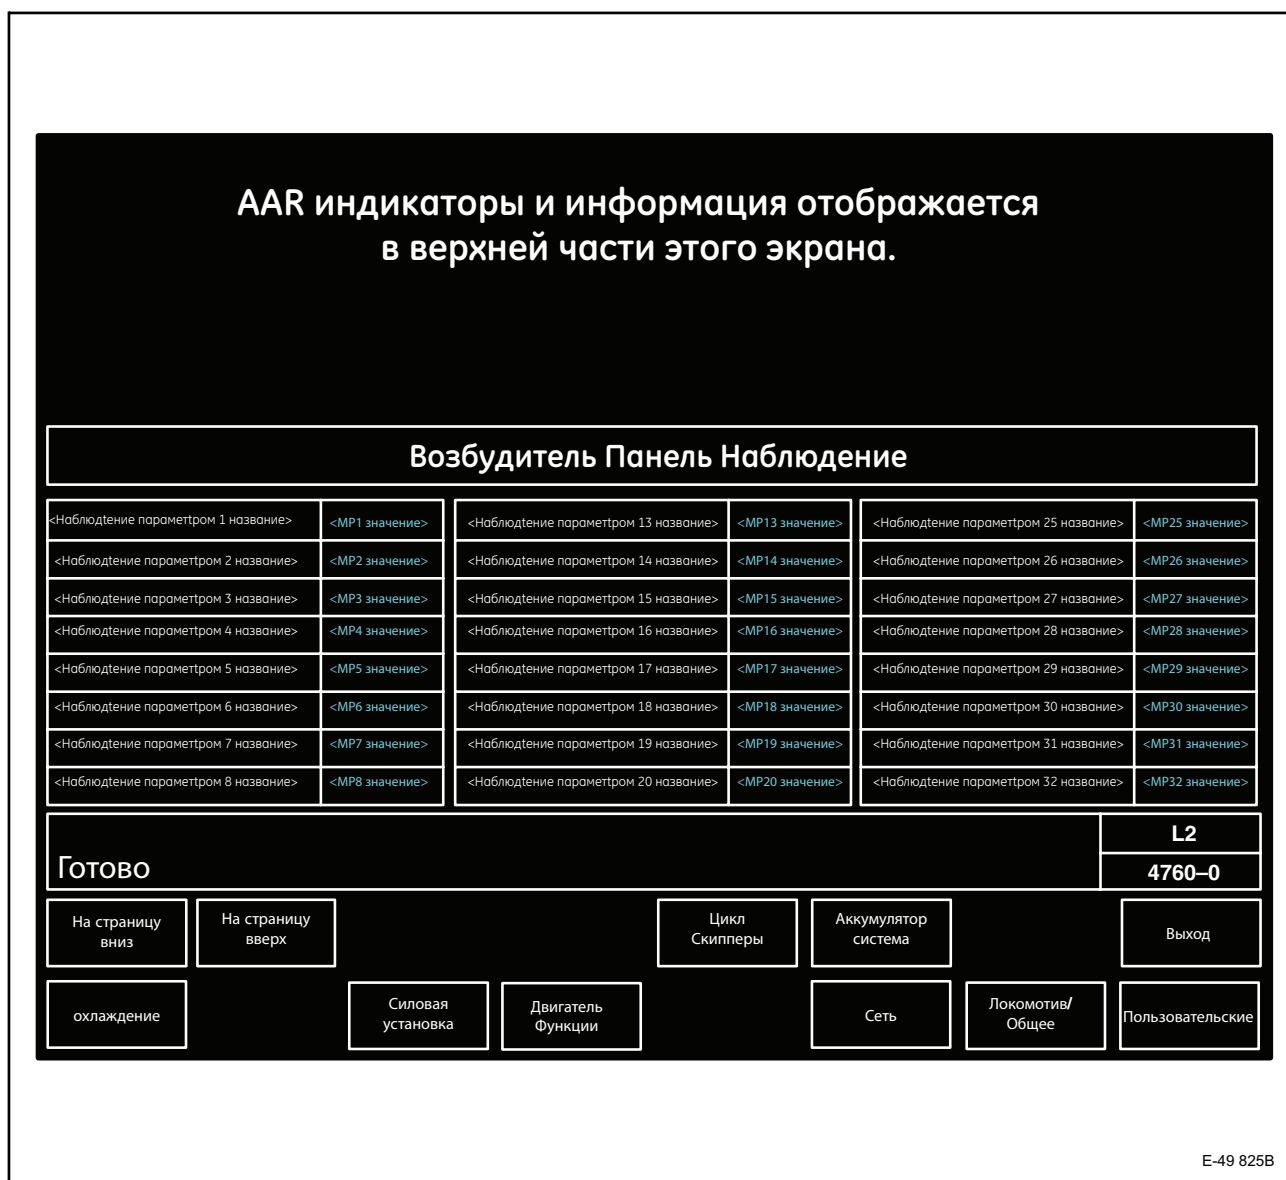
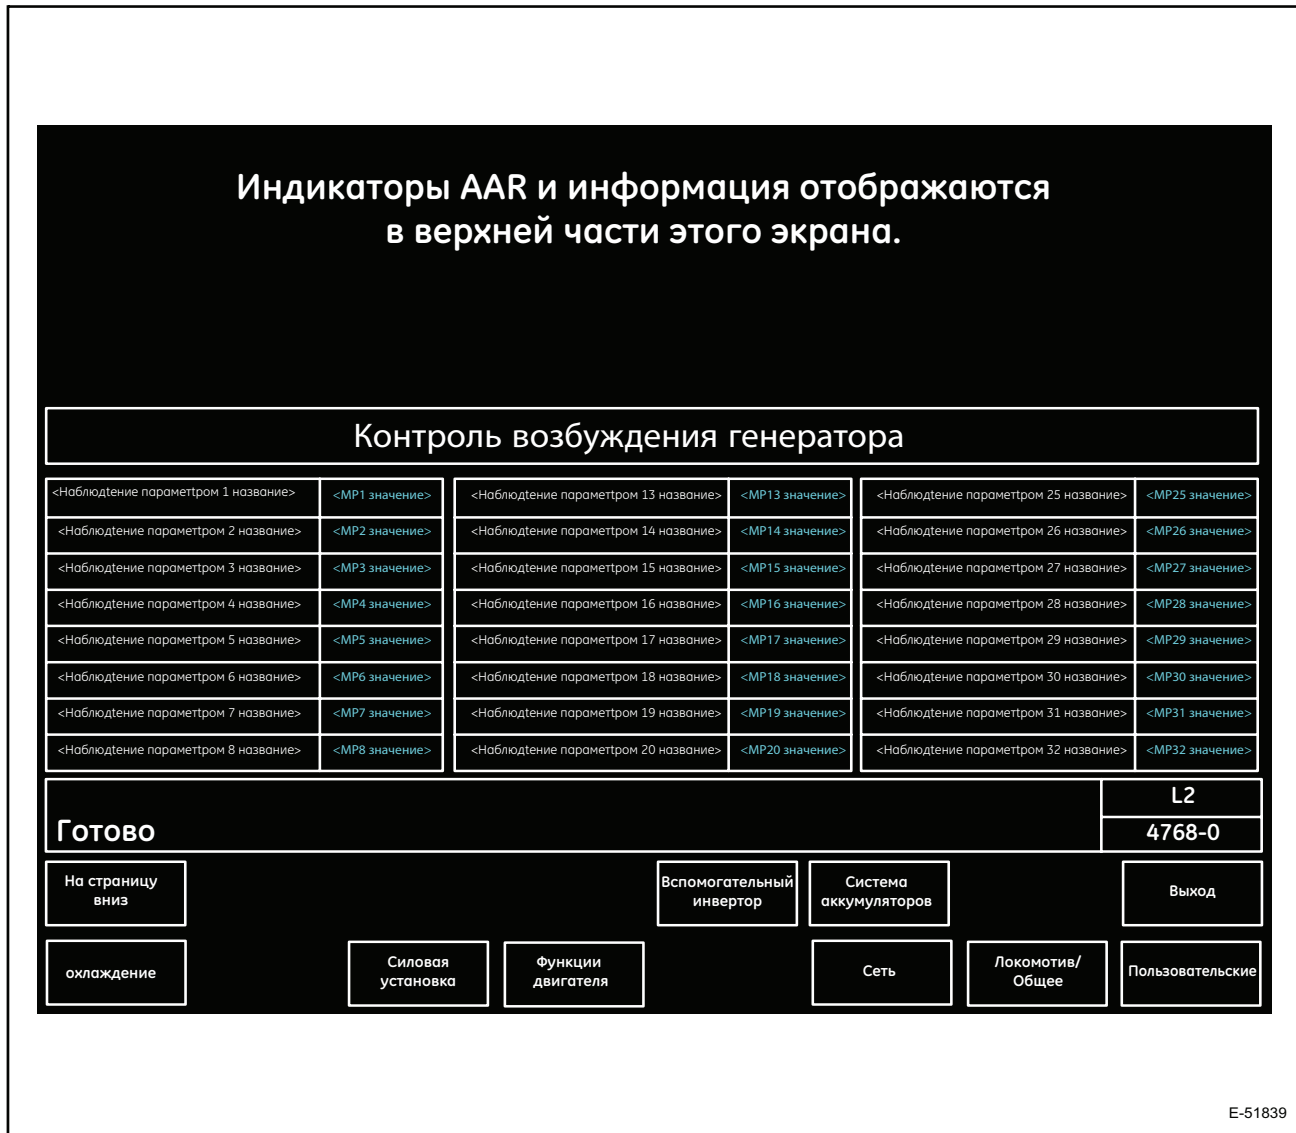
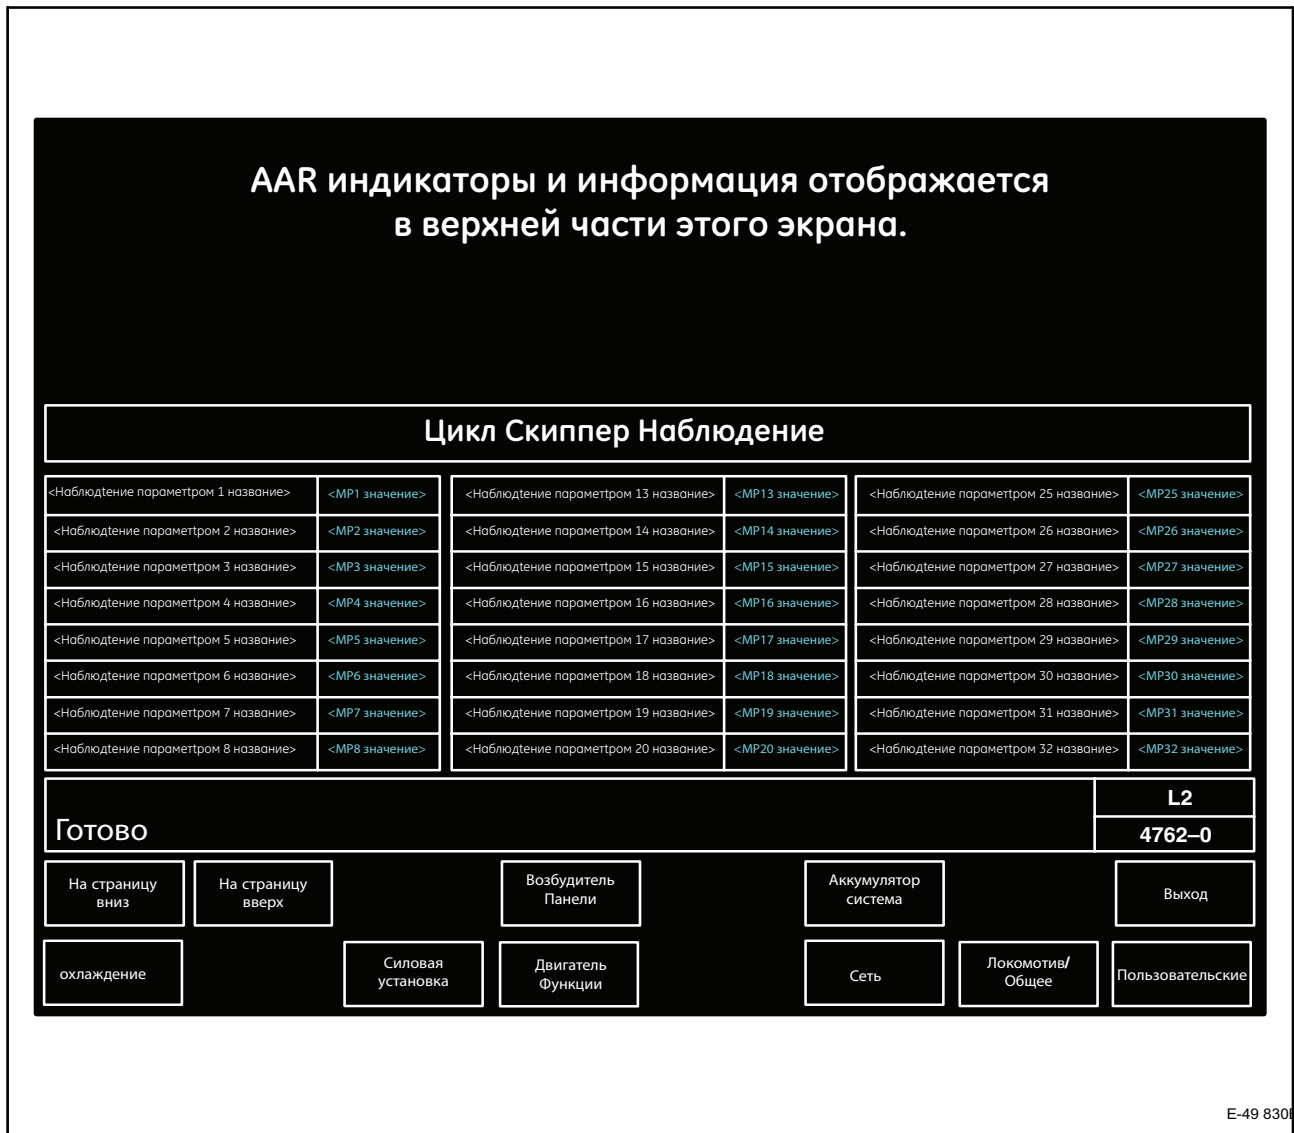

Рисунок 36. Типовой экран контроля панелей возбудителя (4760-0)
Рисунок 37. Типовой экран контроля возбуждения генератора (4768-0)
Рисунок 38. Типовой экран контроля перескока циклов (4762-0)
6. Сенсорная клавиша 5 (**Aux/Electrical**) (Вспомогательные/Электрические) - отображает экран панели возбудителя (4760-0, Рисунок 36). На этом экране отображается и постоянно обновляется заранее определенный набор параметров, характеризующих панели возбудителя. Дополнительные сведения см. в разделе 3.6.14., *КОНТРОЛЬ ПАНЕЛЕЙ ВОЗБУДИТЕЛЯ* настоящей публикации.
10. Сенсорная клавиша 5 (**Aux/Electrical**) (Вспомогательные/Электрические) - отображает экран панели возбудителя (4760-0, Рисунок 36). На этом экране отображается и постоянно обновляется заранее определенный набор параметров, характеризующих панели возбудителя. Дополнительные сведения см. в разделе 3.6.14., *КОНТРОЛЬ ПАНЕЛЕЙ ВОЗБУДИТЕЛЯ* настоящей публикации.
10. Сенсорная клавиша 5 (**Aux/Electrical**) (Вспомогательные/Электрические) - отображает экран панели возбудителя (4760-0, Рисунок 36), если таковой имеется. На этом экране отображается и постоянно обновляется заранее определенный набор параметров, характеризующих панели возбудителя. Дополнительные сведения см. в разделе 3.6.14., *КОНТРОЛЬ ПАНЕЛЕЙ ВОЗБУДИТЕЛЯ* настоящей публикации.
- Отображается только при наличии соответствующей функции. Сенсорная клавиша 5 (**Aux/Inverter**) (Вспомогательный инвертор) - отображает экран контроля вспомогательного инвертора (4766-0, Рисунок 36). На этом экране отображается и постоянно обновляется заранее определенный набор параметров, имеющих отношение к функции перескока циклов вентилятора радиатора. Дополнительные сведения см. в разделе 3.6.17., *КОНТРОЛЬ ВСПОМОГАТЕЛЬНЫХ ИНВЕРТОРОВ* настоящей публикации.
На экране контроля панелей возбудителя (4760-0, Рисунок 36) отображается и постоянно обновляется заранее определенный набор параметров, связанных с панелями возбудителя.
Нажмите сенсорную клавишу F7 (**Loco Monitor**) (Контроль локомотива) на экране дополнительных меню главного рабочего экрана (0000-1, Рисунок 3), чтобы открыть экран контроля локомотива (4001-0, Рисунок 22), после чего нажмите сенсорную клавишу 5 (**Aux/Electrical**) (Вспомогательные/Электрические), чтобы отобразить экран контроля панелей возбудителя (4760-0, Рисунок 36). Выполняя эту операцию, соблюдайте *процедуры эксплуатации железной дороги*. Активные сенсорные клавиши и краткое описание их назначения:
3. Сенсорная клавиша F5 (**Cycle Skippers**) (Перескок циклов) – отображает экран контроля перескока циклов (4762-0, Рисунок 38). На этом экране отображается и постоянно обновляется заранее определенный набор параметров, касающихся функции перескока циклов вентилятора радиатора. Дополнительные сведения см. в разделе 3.6.16., *КОНТРОЛЬ ПЕРЕСКОКА ЦИКЛОВ* настоящей публикации.
На экране контроля возбуждения генератора (4768-0, Рисунок 37) отображается и непрерывно обновляется заранее определенный набор параметров, имеющих отношение к возбуждению тягового генератора у локомотивов, оборудованных приводными инверторами переменной скорости (VSPD).
Нажмите сенсорную клавишу F7 (**Loco Monitor**) (Контроль локомотива) на экране дополнительных меню главного рабочего экрана (0000-1, Рисунок 3), чтобы открыть экран контроля локомотива (4001-0, Рисунок 22), после чего нажмите сенсорную клавишу 5 (**Aux/Electrical**) (Вспомогательные/Электрические), чтобы отобразить экран контроля панелей возбудителя (4760-0, Рисунок 36). На экране контроля панелей возбудителя нажмите сенсорную клавишу 4 (**Alternator Excitation**) (Возбуждение генератора), чтобы отобразить экран контроля возбуждения генератора (4768-0, Рисунок 37). Выполняя эту операцию, соблюдайте *процедуры эксплуатации железной дороги*. Активные сенсорные клавиши и краткое описание их назначения:
При наличии, на экране контроля перескока циклов (4762-0, Рисунок 38) отображается и непрерывно обновляется заранее определенный набор параметров, характеризующих функцию перескока циклов.
Нажмите сенсорную клавишу F7 (**Loco Monitor**) (Контроль локомотива) на экране дополнительных меню главного рабочего экрана (0000-1, Рисунок 3), чтобы открыть экран контроля локомотива (4001-0, Рисунок 22), после чего нажмите сенсорную клавишу 5 (**Aux/Electrical**) (Вспомогательные/Электрические), чтобы отобразить экран контроля панелей возбудителя (4760-0, Рисунок 36). На экране контроля панелей возбудителя нажмите сенсорную клавишу F5 (**Cycle Skipper**) (Перескок циклов), чтобы отобразить экран контроля перескока циклов (4762-0, Рисунок 38). Выполняя эту операцию, соблюдайте *процедуры эксплуатации железной дороги*. Активные сенсорные клавиши и краткое описание их назначения:
3. Сенсорная клавиша F4 (**Exciter Panels**) (Панели возбудителя) - отображает экран контроля панелей возбудителя (4760-0, Рисунок 36). На этом экране отображается и постоянно обновляется заранее определенный набор параметров, характеризующих панели возбудителя. Дополнительные сведения см. в разделе 3.6.14., *КОНТРОЛЬ ПАНЕЛЕЙ ВОЗБУДИТЕЛЯ* настоящей публикации.
Нажмите сенсорную клавишу F7 (**Loco Monitor**) (Контроль локомотива) на экране дополнительных меню главного рабочего экрана (0000-1, Рисунок 3), чтобы открыть экран контроля локомотива (4001-0, Рисунок 22), после чего нажмите сенсорную клавишу 5 (**Aux/Electrical**) (Вспомогательные/Электрические), чтобы отобразить экран контроля панелей возбудителя (4760-0, Рисунок 36). На экране контроля панелей возбудителя нажмите сенсорную клавишу F5 (**Aux/Inverter**) (вспомогательный инверторов), чтобы отобразить экран контроля вспомогательных инверторов (4766-0, Рисунок 39). Выполняя эту операцию, соблюдайте *процедуры эксплуатации железной дороги*. Активные сенсорные клавиши и краткое описание их назначения:
3. Сенсорная клавиша F4 (**Alternator Excitation**) (Возбуждение генератора) - отображает экран контроля возбуждения генератора (4768-0, Рисунок 37). На этом экране отображается и постоянно обновляется заранее определенный набор параметров, характеризующих возбуждение тягового генератора для локомотивов, оснащенных VSPD. Дополнительные сведения см. в разделе 3.6.15., *КОНТРОЛЬ ВОЗБУЖДЕНИЯ ГЕНЕРАТОРА* настоящей публикации.
Нажмите сенсорную клавишу F7 (**Loco Monitor**) (Контроль локомотива) на экране дополнительных меню главного рабочего экрана (0000-1, Рисунок 3), чтобы открыть экран контроля локомотива (4001-0, Рисунок 22), после чего нажмите сенсорную клавишу 5 (**Aux/Electrical**) (Вспомогательные/Электрические), чтобы отобразить экран контроля панелей возбудителя (4760-0, Рисунок 36), а затем нажмите сенсорную клавишу F6 (**Battery System**) (Система аккумуляторов), чтобы отобразить экран контроля системы аккумуляторов (4764-0, Рисунок 40). Выполняя эту операцию, соблюдайте *процедуры эксплуатации железной дороги*. Активные сенсорные клавиши и краткое описание их назначения:
На локомотивах, оборудованных VSPD, сенсорная клавиша F4 (**Alternator Excitation**) (Возбуждение генератора) - отображает экран контроля возбуждения генератора (4768-0, Рисунок 37). На этом экране отображается и постоянно обновляется заранее определенный набор параметров, характеризующих возбуждение тягового генератора для локомотивов, оснащенных VSPD. Дополнительные сведения см. в разделе 3.6.15., *КОНТРОЛЬ ВОЗБУЖДЕНИЯ ГЕНЕРАТОРА* настоящей публикации.
4. Сенсорная клавиша F5 (**Cycle Skippers**) (Перескок циклов) - отображает экран контроля перескока циклов (4762-0, Рисунок 38). На этом экране отображается и постоянно обновляется заранее определенный набор параметров, касающихся функции перескока циклов вентилятора радиатора. Дополнительные сведения см. в разделе 3.6.16., *КОНТРОЛЬ ПЕРЕСКОКА ЦИКЛОВ* настоящей публикации.